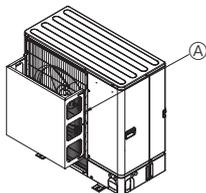

Fig. 2-4
- ② U míst, kde může silný vítr (tajfun atp.) vstupovat přímo do výstupu vzduchu, namontujte volitelné vedení vzduchu. (Fig. 2-4)